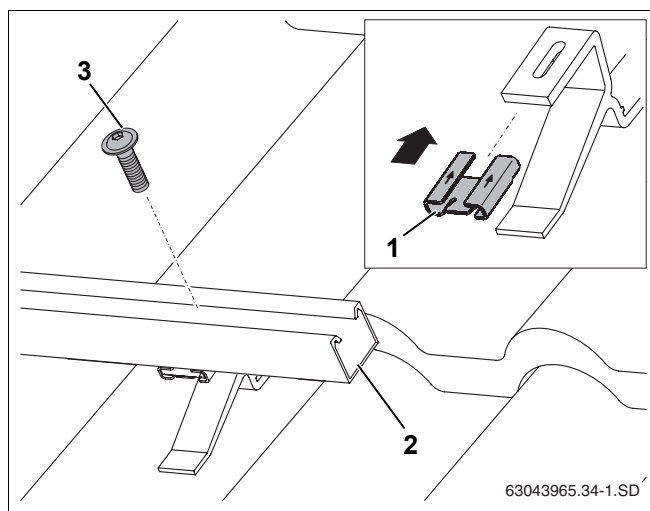

Fig. 32 Se fixează șinele profilate pe cârlige
- Piulița se fixează (Fig. 32, **Poz. 1**) pe cârlige în direcția indicată de săgeți.
- Se poziționează șinele profilate inferioare (Fig. 32, **Poz. 2**) și se strâng ușor cu șurubul M8 (Fig. 32, **Poz. 3**), astfel ca șinele profilate să mai poată fi orientate.